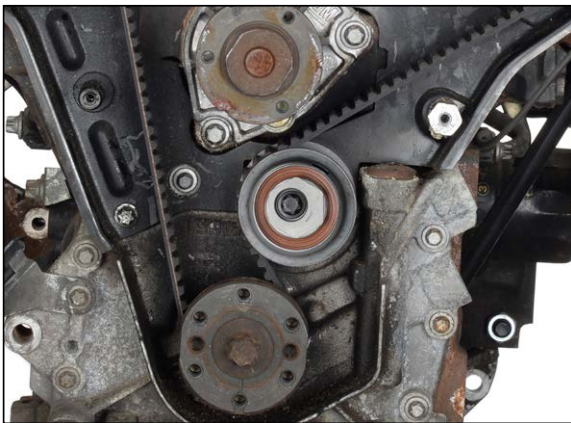

Fig. 17
3. Draai de exentriek van de onderste spanrol met spansleutel MKM-6038 of waterpomptang in tegenwijzerzin tot de bovenkant van de exentriek op de 2 uurs-positie staat (Fig. 17).